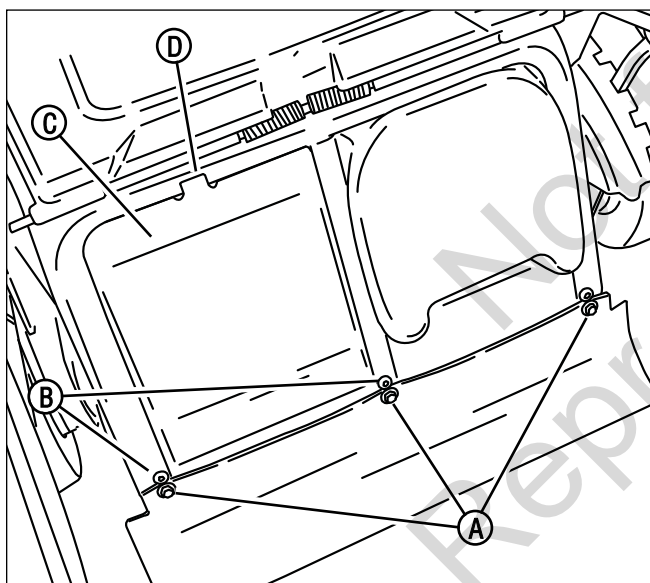

Figura 24: Desmontaje de la cubierta trasera.
1. Remueva los tres sujetadores **(A, Figura 24)** que aseguran el mandil (delantal) trasero a la máquina.